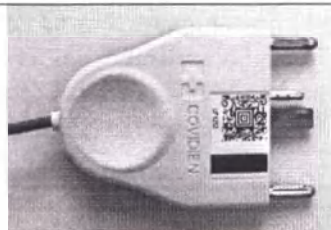

Рис. 1
4. Функциональные характеристики и назначение медицинского изделия	Открытый инструмент LigaSure для электролигирования и разделения тканей, с изогнутыми малыми браншами, 16,5 мм – 19 см, в составе: 1) Открытый инструмент LigaSure для электролигирования и разделения тканей, с изогнутыми малыми браншами, 16,5 мм – 19 см; 2) Инструкция по применению. Открытый инструмент LigaSure для электролигирования и разделения тканей, с изогнутыми малыми браншами, 16,5 мм – 19 см – это стерильный одноразовый ручной биполярный электрохирургический прибор, предназначенный для использования с совместимыми электрохирургическими генераторами производства Covidien Llc, USA (Ковидиен Ллс, США), который включает возможности герметизации сосудов для лигирования (запечатывания) и разделения (разрезания) сосудов, прядей тканей и лимфатических структур во время открытых общих хирургических операций (согласно показаниям). Инструмент для электролигирования может применяться на сосудах (артерии и вены) диаметром до 7 мм включительно. Электрохирургические генераторы, производства Covidien Llc, USA, которые включают возможности коагуляции сосудов, поставляют точное количество энергии через прибор к ткани для контролируемой реакции ткани с целью достижения полного и постоянного склеивания тканей при минимальном слипании, обугливания и термального воздействия на смежные ткани. Инструмент для электролигирования соединяется с генератором с помощью кабеля с коннектором (вилкой) (рисунок 1). Генератор обнаруживает тип инструмента через разъем и устанавливает интенсивность по умолчанию. В генераторе настройки интенсивности можно изменить с помощью сенсорного интерфейса. Эти настройки отображаются на сенсорном экране.